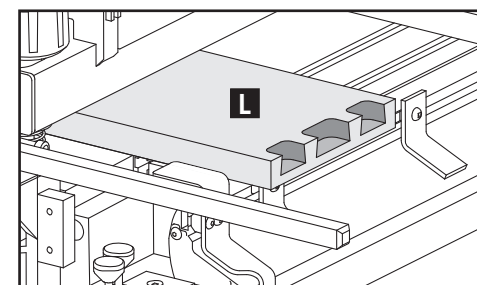

Fig. E10
NOTA: Mueva la rebajadora lentamente de izquierda a derecha, realizando pequeños cortes y varias pasadas. Su corte final debe asemejarse a la Fig. E10.
14. Retire la tabla con espiga (L) Fig. E10.